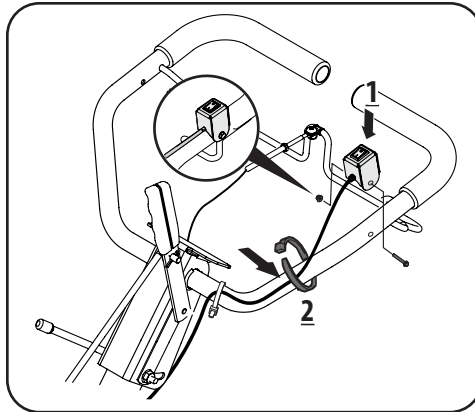

Figura 2-6
4. Instale el interruptor de ENCENDIDO/APAGADO del control de parada de emergencia en el lado izquierdo de la manija con el perno hexagonal N.º 10-32 : 1.50 y la contratuerca con brida 10-32. Consulte el punto 1 de la Figura 2-6.
5. Finalmente, asegure el cable cerca de la parte superior de la manija con un precinto en la manija izquierda. Consulte el punto 2 de la Figura 2-6.